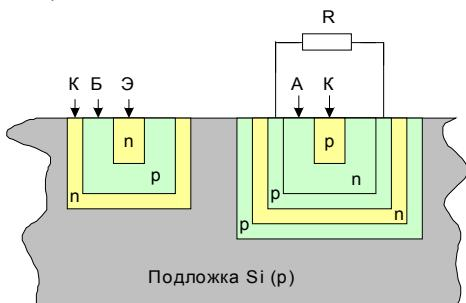

Рис. 151
3) Элементы и компоненты полупроводниковых ИМС. Основой полупроводниковой ИМС является подложка из кремния обычно р-типа проводимости. В основе изготовления полупроводниковых ИМС лежит диффузионно-планарная или эпитаксильно-планарная технология. Оба эти метода предусматривают создание внутри полупроводника (т. е. в подложке) островков с чередующимися слоями р- и н-типа проводимости (смотрите рис. 151, 152).